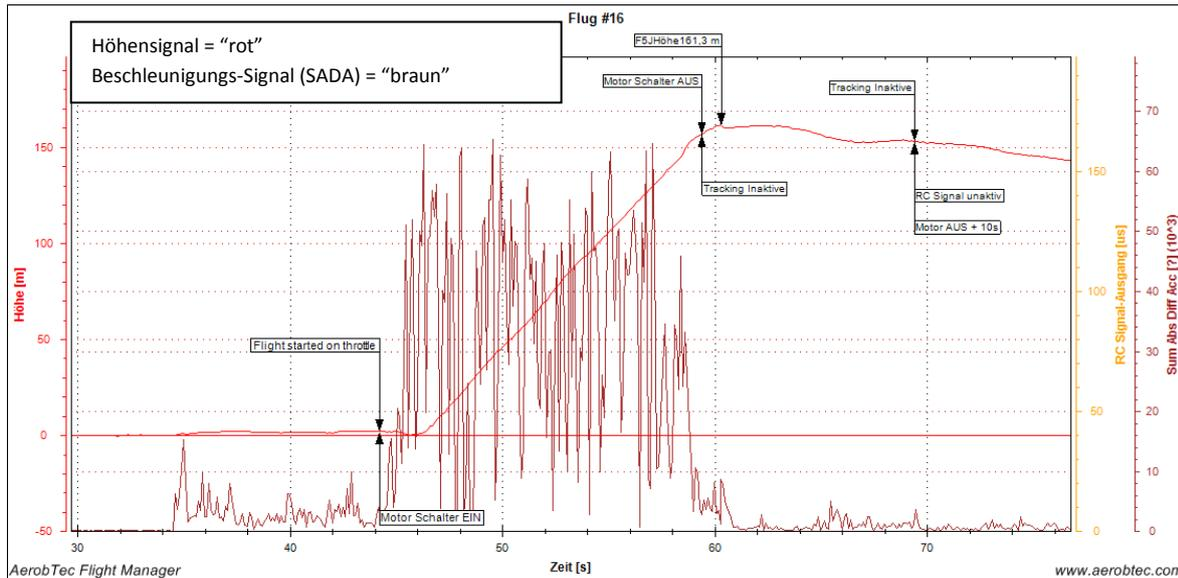

Abb.05
**Abb.05** zeigt folgenden zeitlichen Ablauf: Bis 32,5 Sekunden liegt das Model am Boden, dann wird es angehoben und zur Startstelle getragen. Bei 44 Sekunden wird der **Motor eingeschaltet (Motor Schalter EIN)** und damit beginnt die **Flugzeit**. Bei 59 Sekunden wird der Motor ausgeschaltet und bei 60,5 Sekunden die Höhe mit 161,3 Meter erfasst.